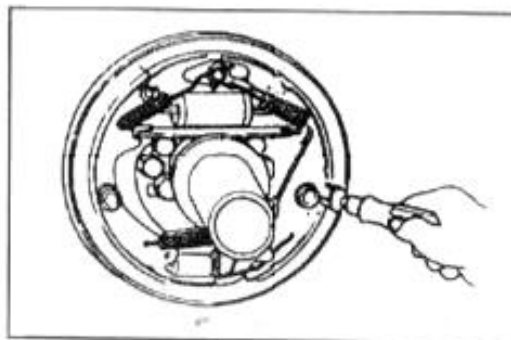

Рис. 6-7
(1) Снимите неподвижную пружину вспомогательной тормозной колодки и снимите регулировочный рычаг, верхний рычаг и возвратную пружину верхнего рычага (рис. 6-7).